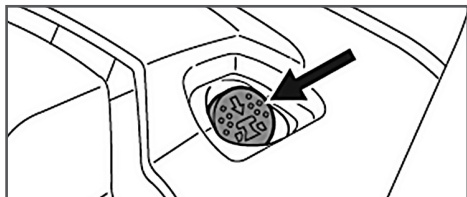

Рис. 11 Клапан декомпрессора
6. Нажмите на клапан декомпрессора (Рис.11).
8. После первой вспышки установите комбинированный рычаг управления в положение «START» (Рис. 10B) и нажмите на клапан декомпрессора (Рис. 11).